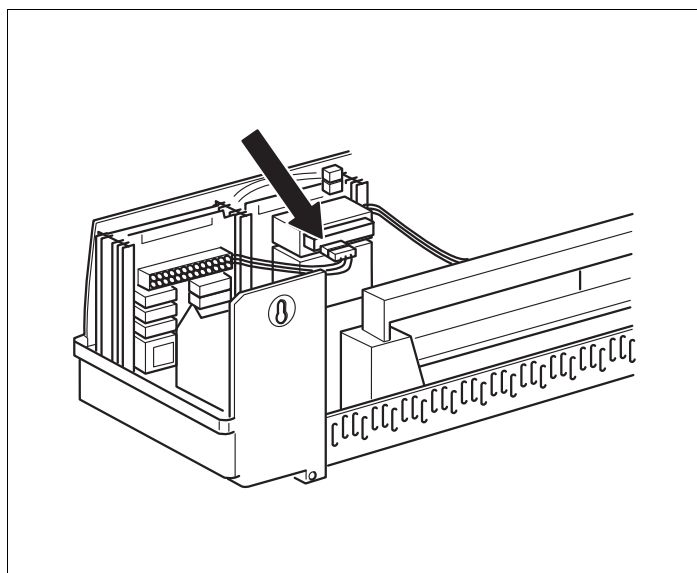

Рис. 16 Подключение напряжения 230 В
- ▶ Вставьте соединительный штекер (230 В) модуля в предусмотренное для него место на штекерной планке (при подключении модуля в гнезде 2, → рис. 16).